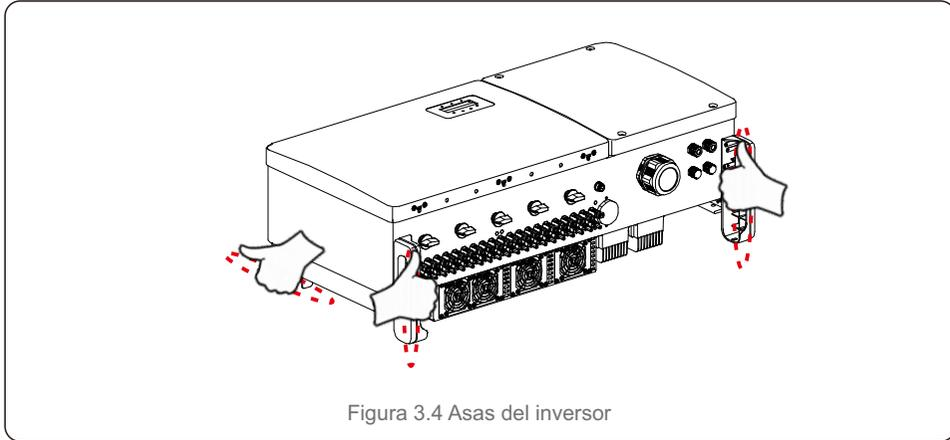

Figura 3.4 Asas del inversor
2. Se necesitan dos personas para sacar el inversor de la caja de transporte. Utilice las asas integradas en el disipador de calor para sacar el inversor de la caja de cartón (consulte la figura 3.4).